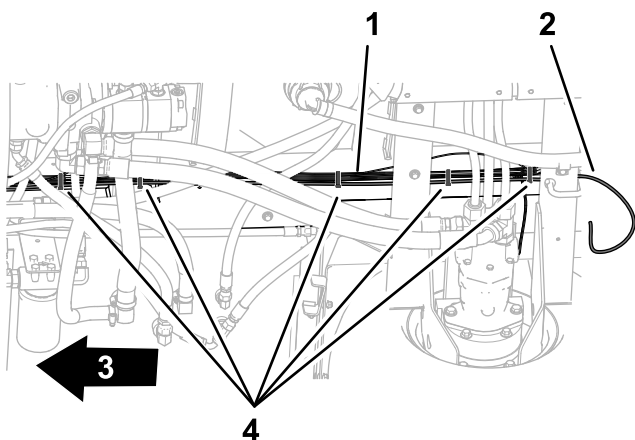

Figure 93
1. Acheminez le tube de détection de pression du manomètre de planche de bord le long du faisceau arrière (Figure 93).